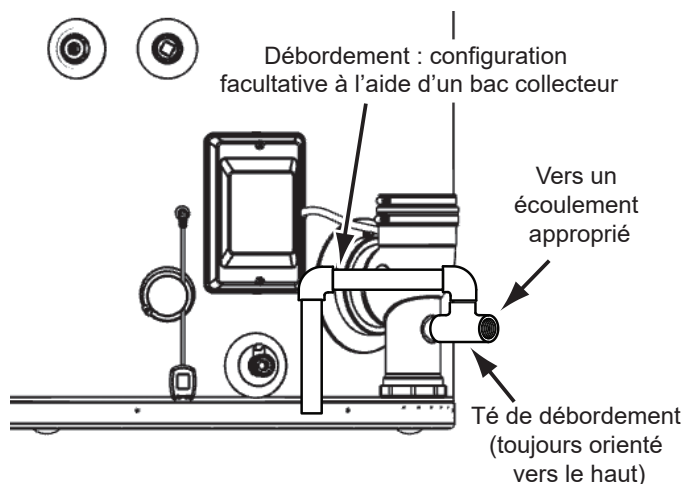

Figure 16. Vidange de condensat secondaire
- Le té de débordement doit être orienté vers le haut. Voir **Figure 16**.